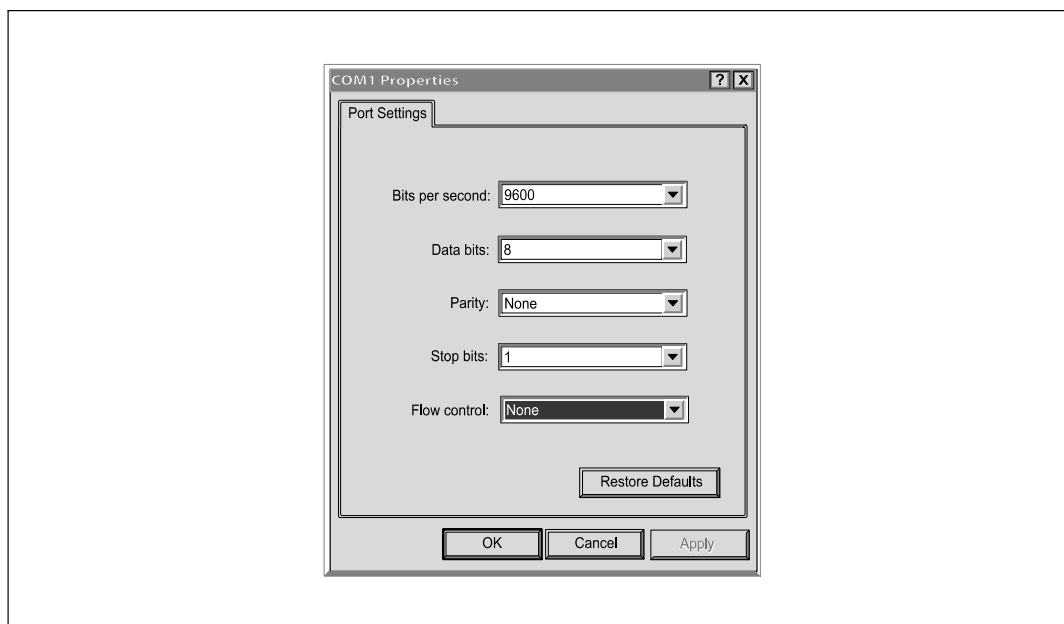

図6. ポート設定の構成
- 4 シリアルラインを **9600 baud**、**8 データビット**、**パリティなし**、**1ストップビット**、**フロー制御なし**に設定します（図6を参照）。